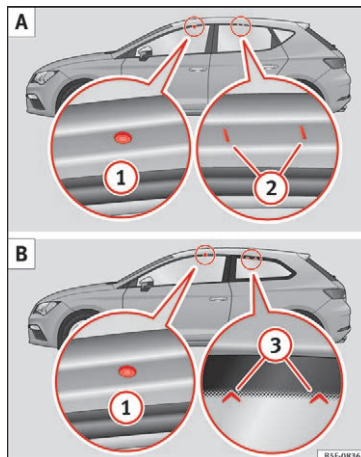

Fig. 183 Leon/Leon SC: monteringssteder til tagbøjler og tagbøjlesystem
De forreste og bageste fastgørelsespunkter ① og ② kan kun ses, når dørene er åbne » Fig. 183 A.
øverst på sideruderne bag i form af pilespidser » Fig. 183 B.